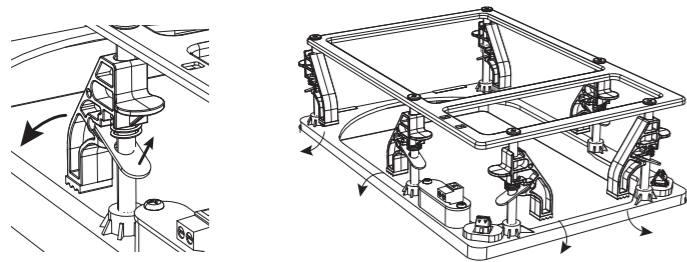
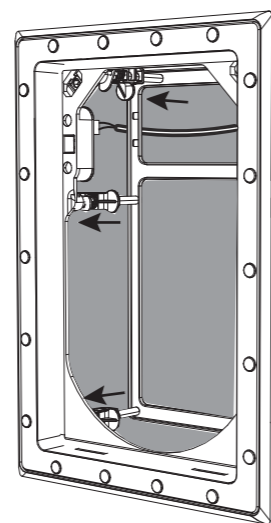

Fig. 9. Adjusting the Mounting Clamps from the Stowed Position
Fig. 11. Frame securely clamped to the Wall
2. Sięgnij do wnętrza ramy i obróć zaciski montażowe do pozycji „Zaciskanie”, w której mogą wywierać siłę zacisku na tył otworu (rys. 9 i 10). Wciśnij ramę i dokręć każdy zacisk, aby rama została zabezpieczona na miejscu (Rys. 11).